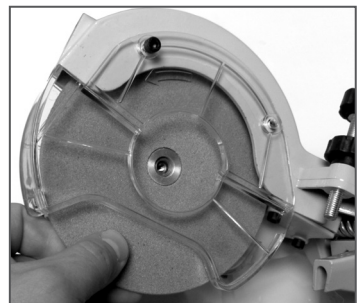

Рис. 5 Установка заточного диска
4. Установите заточной диск на фланец, установите прижимную шайбу и затяните винт крепления заточного диска (Рис. 5). Зафиксируйте вал электродвигателя от проворачивания, удерживая заточной диск другой рукой.